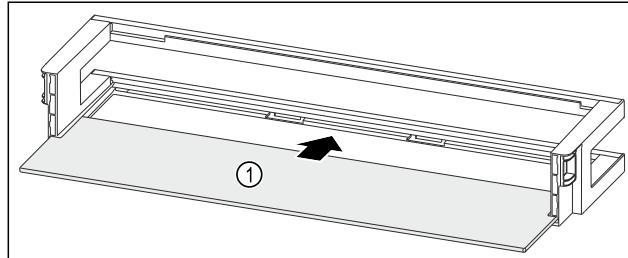

Fig. 99 Raft montat pe ușă cu raft
- Împingeți în interior raftul Fig. 99 (1) în degajările laterale.